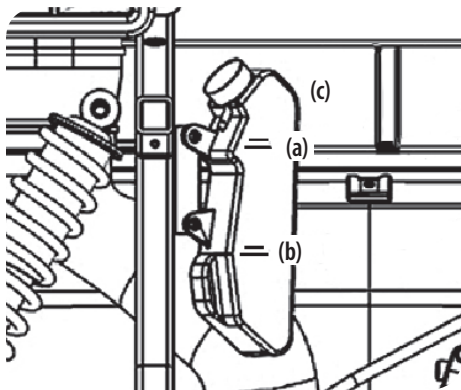

Figure 5-13
2. Vérifiez si le niveau du liquide de refroidissement se trouve entre la marque FULL (a) et LOW (b) du réservoir de récupération (c). Voir Figure 5-13.